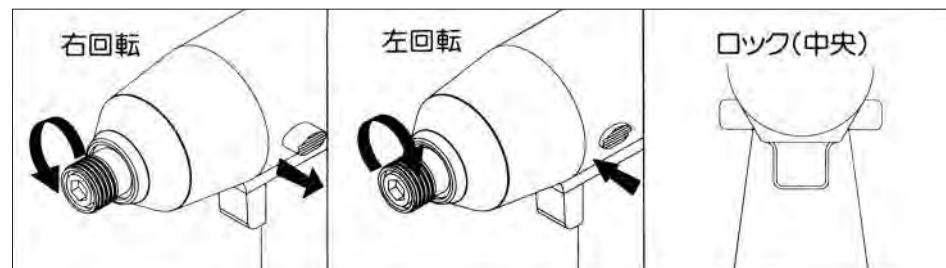

図3
- ・ご使用前に回転方向を確認して正逆スイッチの位置を調整して下さい。正逆スイッチの△側を押すと右回転、▽側を押すと左回転します。(図3参照)
- ・スイッチを軽く引きますと低速回転で、引くに従って回転が速くなります。(図3参照)